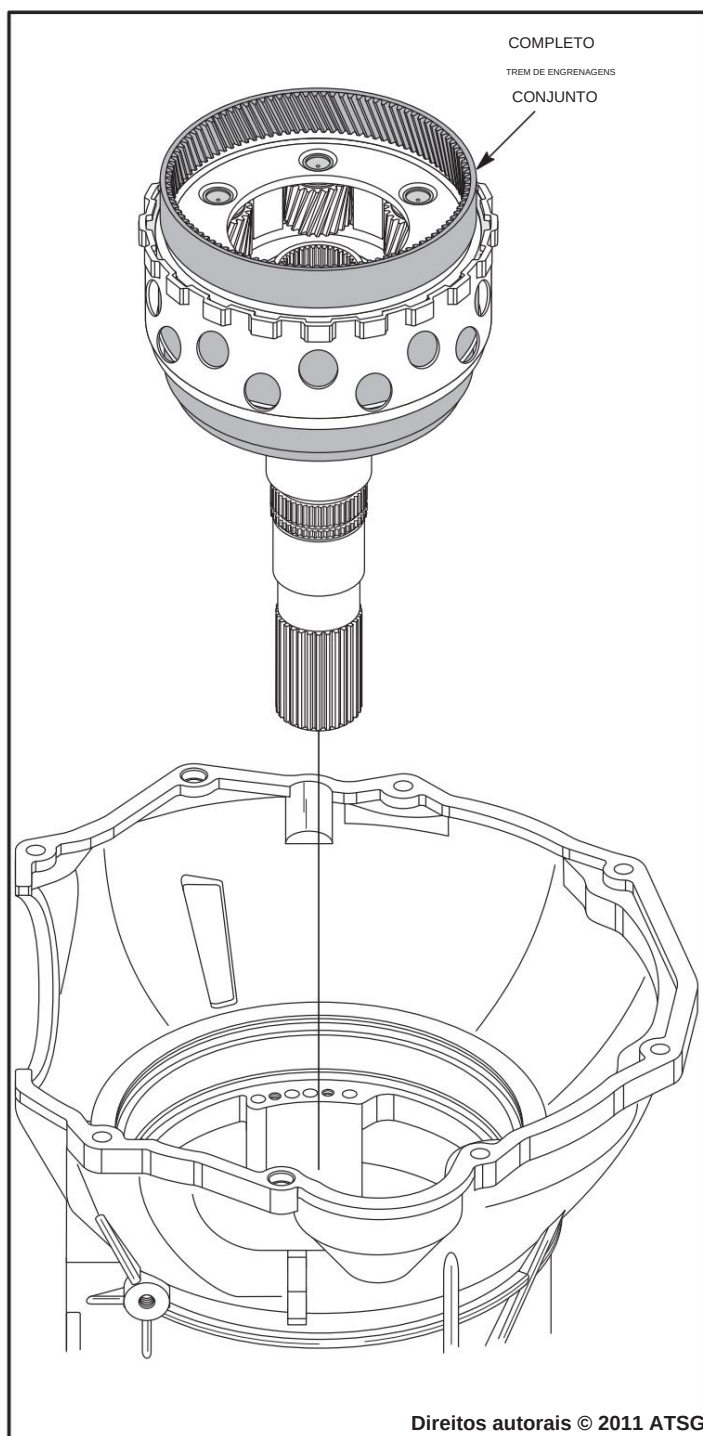

Figura 52
40. Remova o conjunto completo de engrenagens planetárias, conforme mostrado na Figura 52, e reserve para a seção de reconstrução do componente.